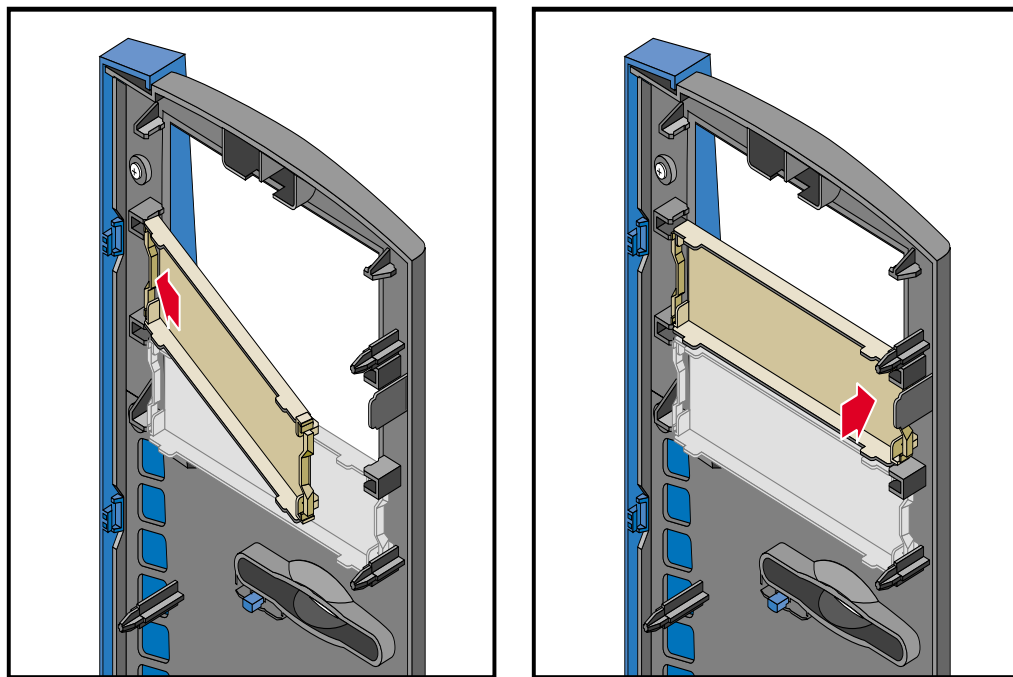

图 2-5 安装挡板空板
- 若要安装空板，请将空板的一端放入固定槽口，然后推另一端，直到准确就位。有关该过程的示意图，参见图 2-5。